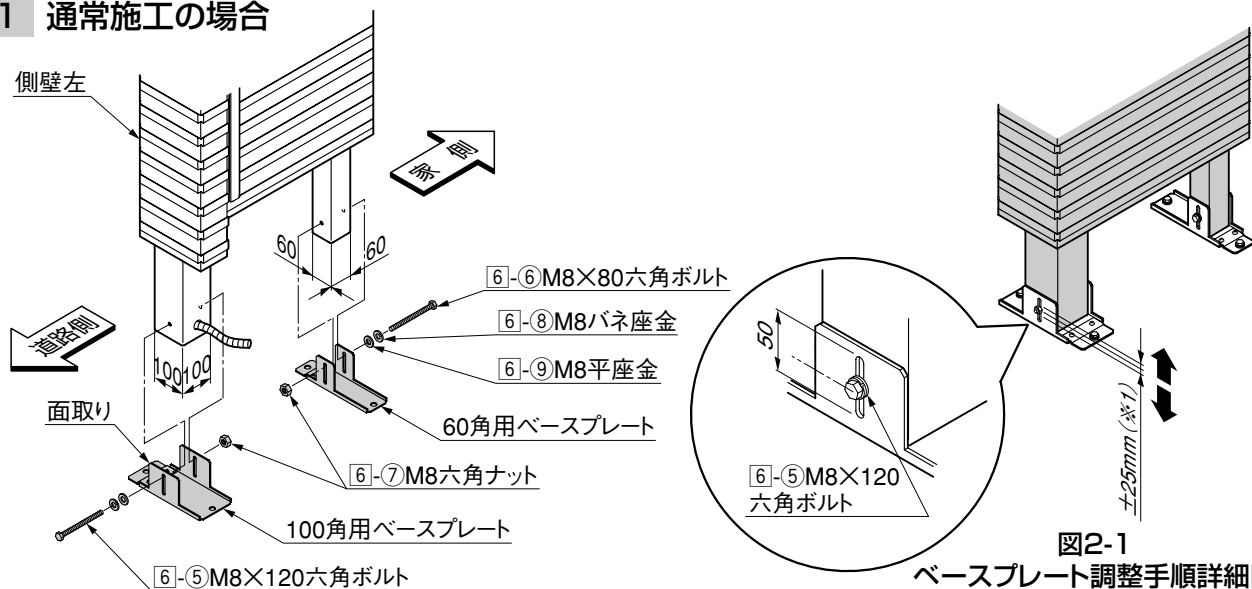

図2-1
- 最終的なレベル調整は「5.間口寸法と側壁の倒れ調整」時に、[6]-⑤と[6]-⑥を使って±25mm(※1)の範囲で調整してください。(図2-1参照)
- 最終レベル調整が終わったら、[6]-⑤と[6]-⑥を本締めしてください。